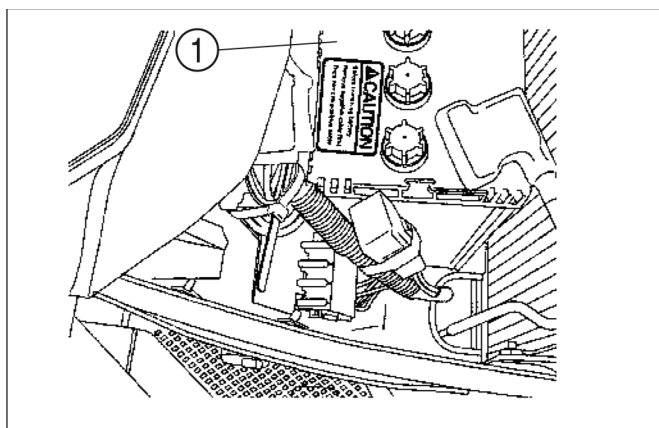

FIG. 76
**Abb. 76:** Die Batterie (1) befindet sich unter der Motorhaube vor der Instrumententafel. Zum Ausbau der Batterie, zur Kontrolle des Säurestands und zur Kabelreinigung muss die Motorhaube geöffnet werden.